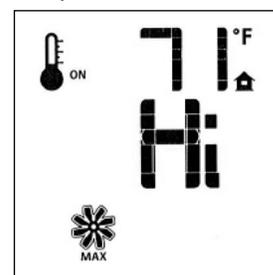

Figure 62. Vitesse du ventilateur.
- Utilisez les touches fléchées Haut / Bas pour démarrer, arrêter ou régler la vitesse du ventilateur (Fig. 62). Un seul «bip» confirmera la réception de la commande. Après un intervalle de 5 minutes, le ventilateur démarrera à sa vitesse maximale, puis la réduira au réglage de vitesse établi. Le ventilateur continuera de fonctionner 12 minutes après que le brûleur est éteint. Le contrôle de vitesse manuel n'est pas disponible lorsque le Thermostat est en mode «SMART».